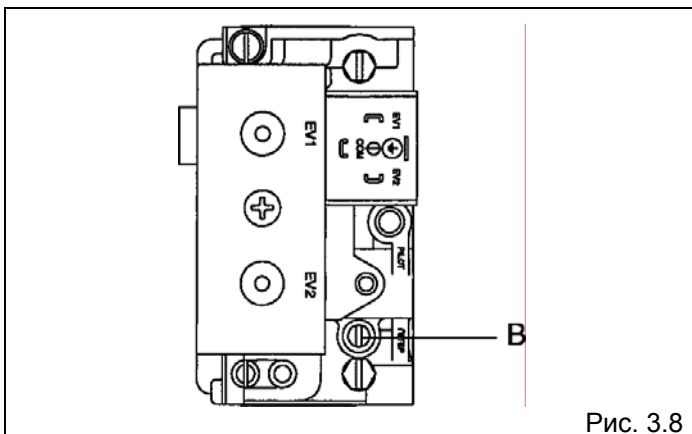

Рис. 3.8
- Вращая регулятор плавного розжига (B), установите требуемое давление медленного розжига (рис. 3.8).